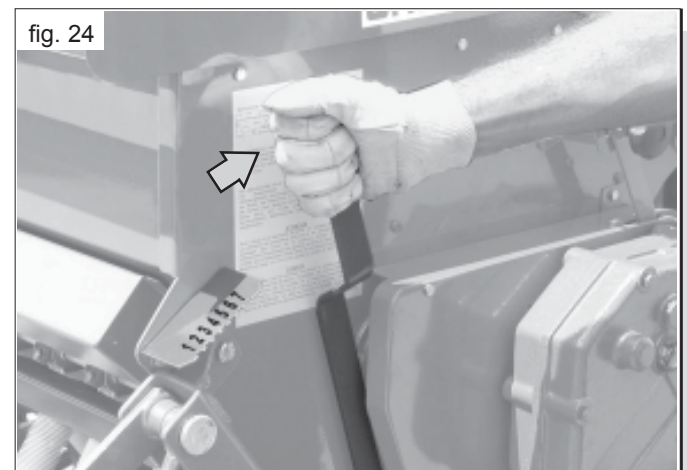

fig. 24
- Bei größeren Mengen wird empfohlen, die Kurbel am Getriebe zu verwenden, um die Rührwellenachse zu drehen und um somit die in die Sammelbehälter abgegebene Menge zu kontrollieren. Bei kleineren abzulassenden Mengen ist der Dosiererhebel über die Position 7 hinaus zu verschieben (Abb. 24).